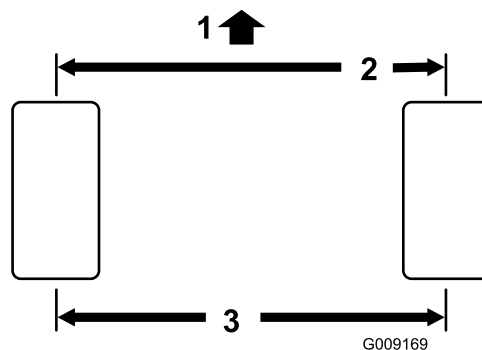

Bild 75
2. Messen Sie den Abstand vorne und hinten an den Lenkreifen Mitte-zu-Mitte (auf Achshöhe) (**Bild 75**).